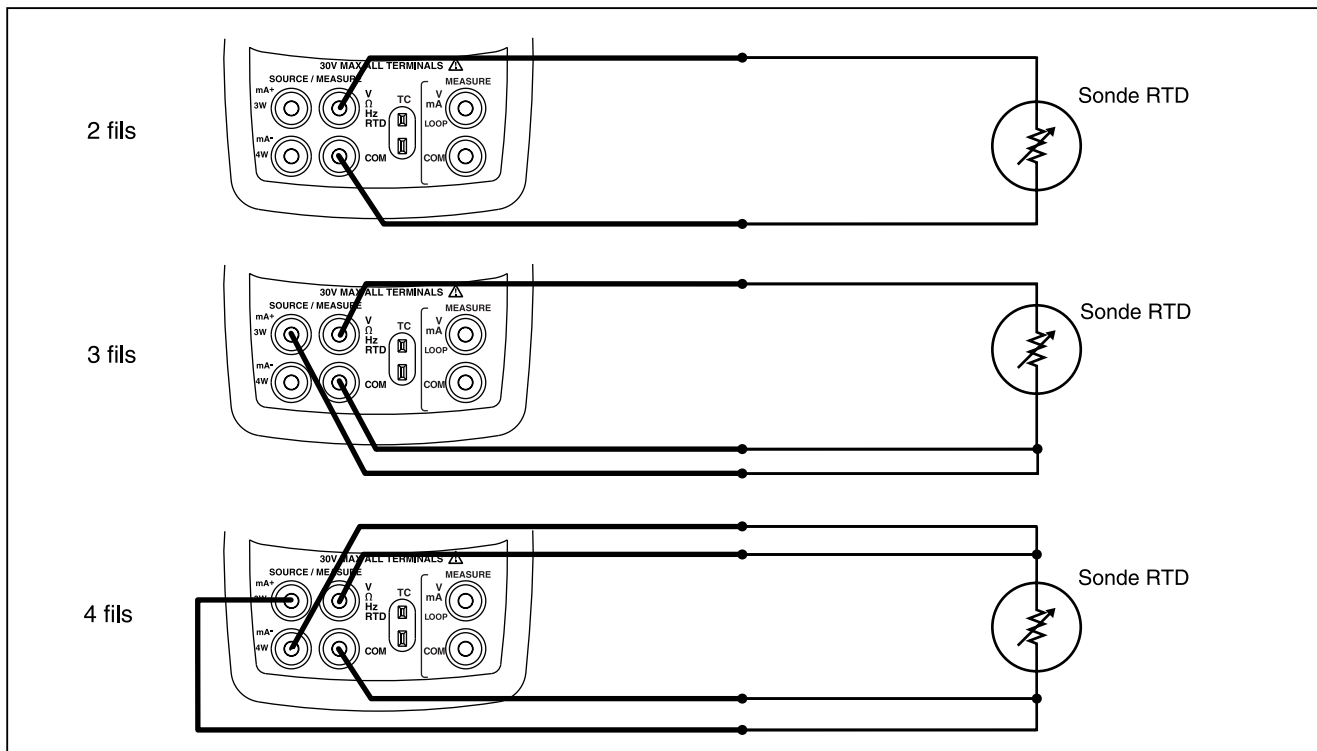

Figure 11. Mesure de température avec une sonde RTD, mesure d'une résistance à 2, 3 et 4 fils
4. Branchez la sonde RTD sur les bornes d'entrée conformément à la figure 11.